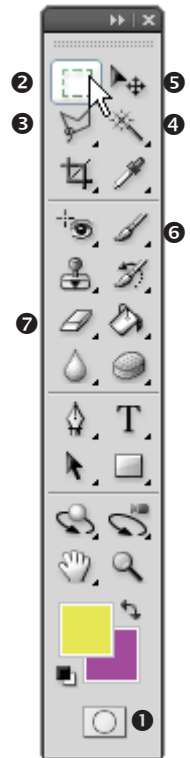
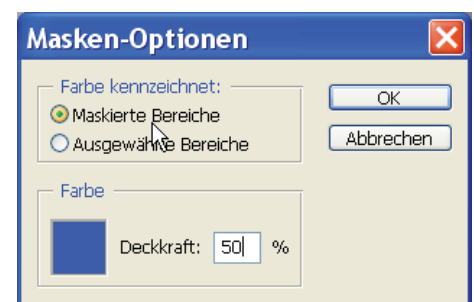

Abb. 11-37: Werkzeugpalette
Abb. 11-48: Festlegung der Maskendarstellung
Um ein Bilddetail für die Bearbeitung auszuwählen, stehen im STANDARDMODUS (SM) und MASKIERUNGSMODUS (MM) unterschiedliche Werkzeuge zur Verfügung. Der Wechsel zwischen beiden Modi erfolgt mit dem Tastaturkürzel **q** oder per Mausklick auf das Symbol in der P WERKZEUGE (Abb. 11-37 ①).
- W AUSWAHLRECHTECK und W AUSWAHLELLIPSE liegen in der P WERKZEUGE hintereinander (Abb. 11-37 ②).
Die Werkzeuge LASSO, POLYGONLASSO und MAGNETISCHES LASSO dienen zum Zeichnen einer beliebigen geschlossenen Kurve und liegen ebenfalls hintereinander (Abb. 11-37 ③).
- W ZAUBERSTAB ④: Dieses Werkzeug ermöglicht die Auswahl von Pixeln gleicher oder ähnlicher Farbe in einem bestimmten Toleranzbereich, der in der P OPTIONEN festgelegt wird.⁷³
Um diese zu erkennen, kann die MASKENFARBE und DECKKRAFT geändert werden, indem man mit DKI auf das Icon SM/MM in der P WERKZEUGE (Abb. 11-37 ①) das Fenster MASKENOPTIONEN (Abb. 11-48) öffnet und die gewünschten Einstellungen vornimmt.